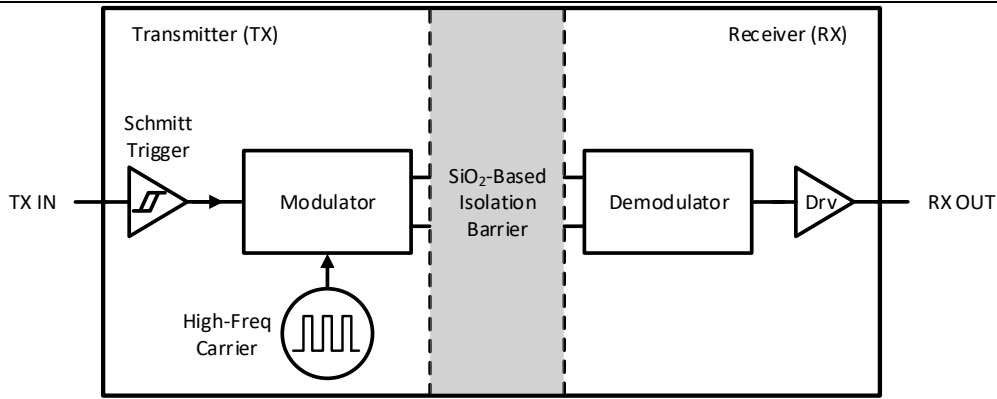
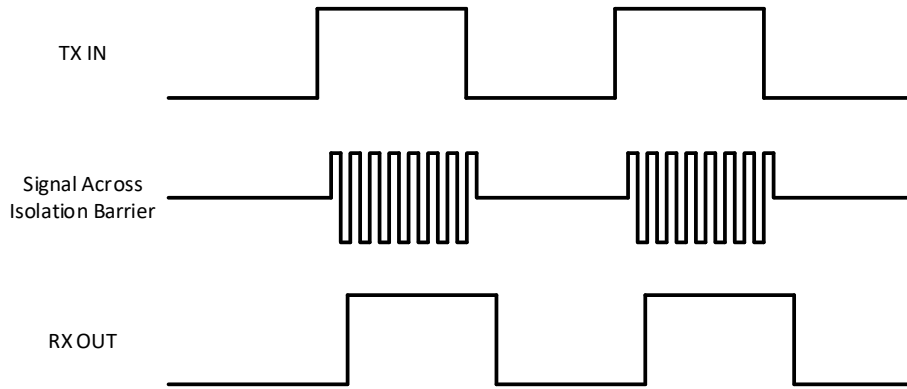

图 9-2 隔离通道的框图
图 9-3 OOK 调制方案的工作波形示意图
CA-IS1311 器件使用简单的开关键控 (OOK) 调制方案在基于二氧化硅的隔离层之间传输信号。该隔离层支持高低压域之间高达 5 kV_{RMS} 的电气隔离。隔离通道的框图如图 9-2 所示。如图 9-3 所示，当数字位流为高电平时，发射机 (TX) 通过高频载波对其进行调制，当数字位流为低电平时则不调制。接收机 (RX) 解调通过隔离层的信号并将其准确地恢复成数字位流。隔离通道采用全差分电容耦合架构，对共模瞬态噪声不敏感，因此可以最大化 CMTI 性能。该结构和相关电路同时提供低辐射和高磁场抗扰度。